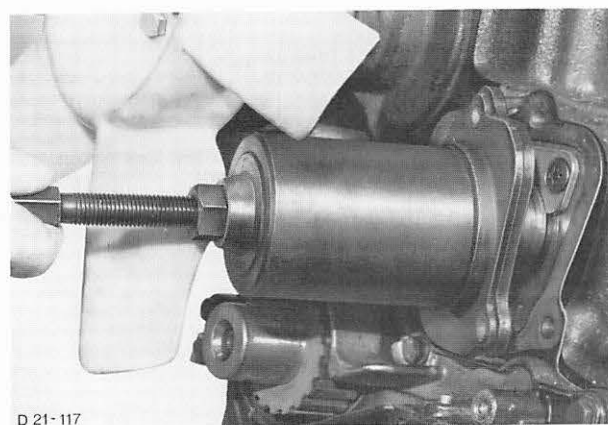

Abb. 323 Stirndeckel – Nebenwelle mit Spezialwerkzeug 21-009-A montieren
10. Dichtlippe Radialdichtring leicht einölen. Stirndeckel-Nebenwelle mit neuer Dichtung (**nicht benötigte Dichtungshälfte abschneiden**) montieren, dazu Spezialwerkzeug 21-009-A, Abb. 323, verwenden, damit die Dichtlippe nicht beschädigt wird.